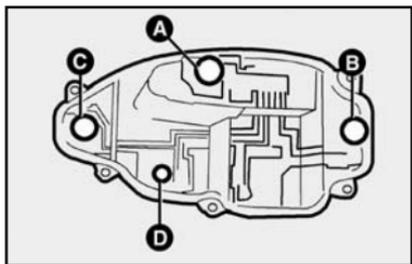

fig. 21
4) quite las lámparas empujándolas levemente y girándolas hacia la izquierda **fig. 21**.
- de 12V-21/5W **C-fig. 21** para las luces de los frenos (stop);
- de 12V-21W **A-fig. 21** para las luces de giro;
- de 12V-21W **B-fig. 21** para las luces de marcha atrás;
- de 12V-21/5W **D-fig. 21** para las luces de posición.